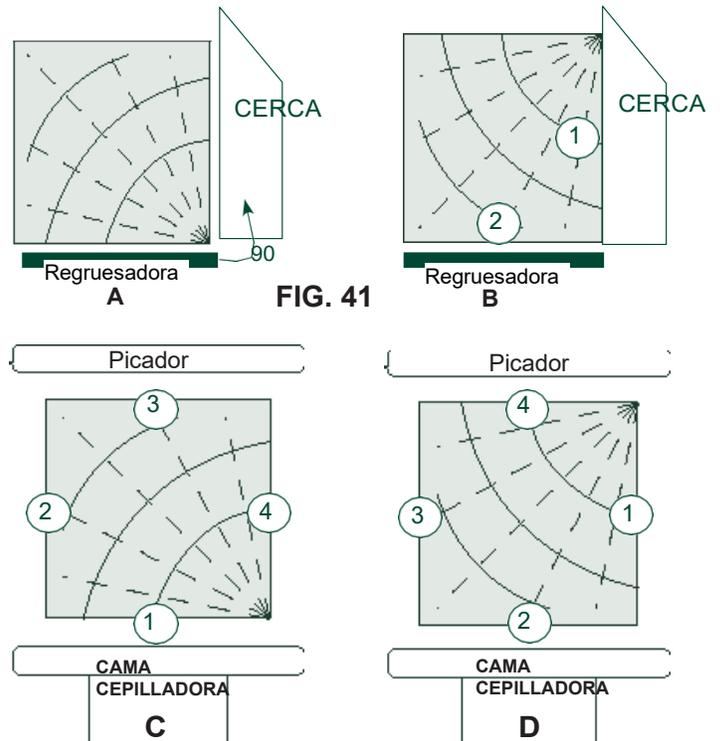

FIG. 41
1. FIG. 41, A - En la junta, lado de la superficie 1 plano.